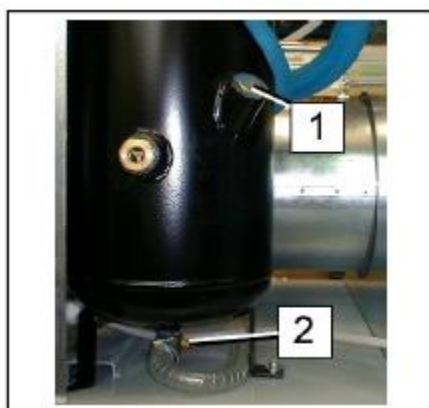

РИС. 19
Операции, выполняемые после слива масла, в соответствии с пункт 2 на рис. 19:
- долить масло до максимальной отметки, проверить уровень наполнения через смотровое стекло, см. пункт 1 на рис. 19.